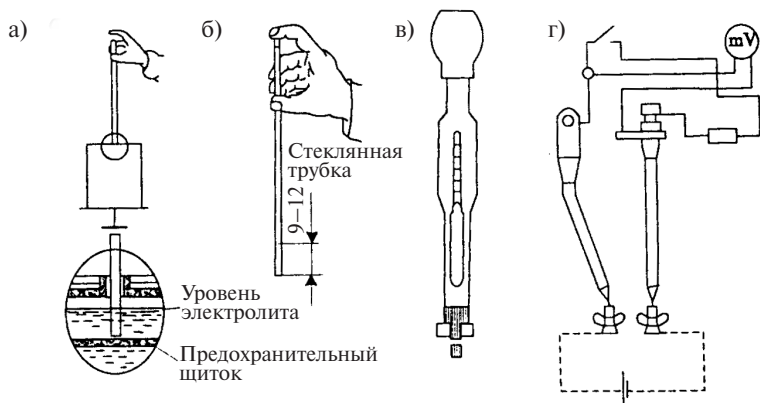

Рис. 11. Измерение уровня и плотности электролита и напряжения
2. Измерить уровень электролита, рисунок 11, (а и б).
3. Измерить плотность электролита, рисунок 11, (в).
5. Измерить напряжение пластин, рисунок 11, (г).